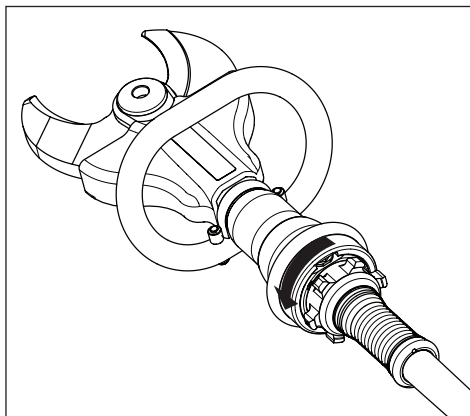

Figure 6, Cisaille ouverte
- Pour ouvrir les lames : tournez le bouton vers la gauche et maintenez-le en position. Voir la Figure 6.